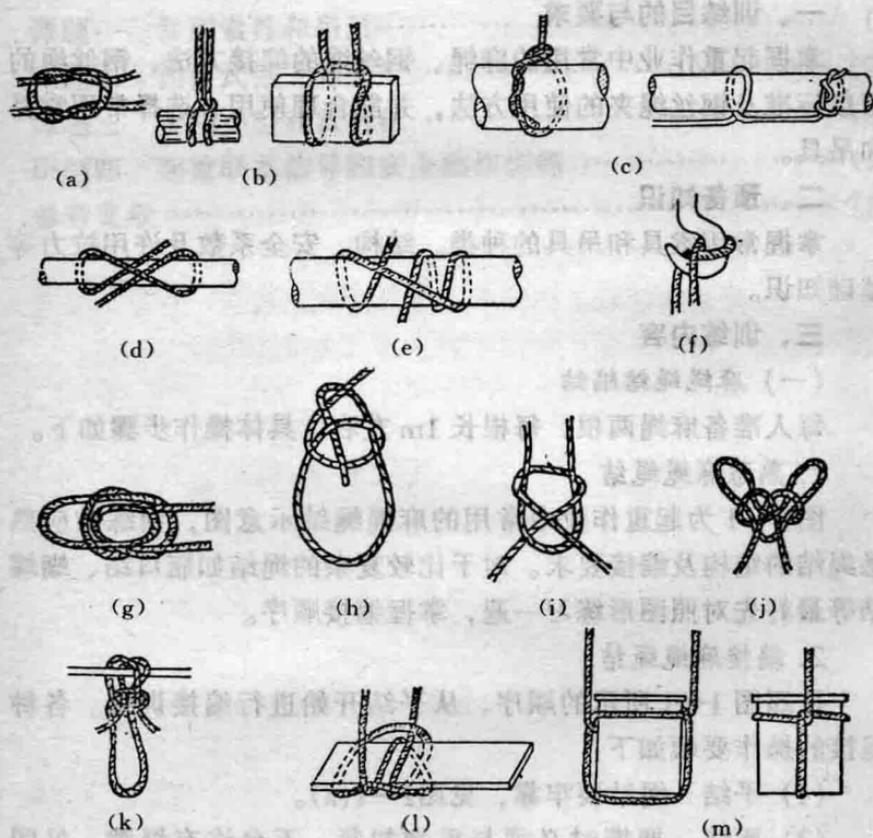

图1—1 常用麻绳绳结
(6) 挂钩结 结好绳结后挂在起重机吊钩上，两绳头应交叉，见图1—1(f)。
操作有误，见图1—1(g)。
(8) 水手结 按规定的顺序操作。该绳结的特点是绳结牢靠，易于解开，拉紧后不出死结。结好绳结后套在物体上，如出现死结说明操作有误，见图1—1(h)。
(9) 单帆索结 要求连接可靠，能承受较大的拉力，见图1—1(i)。